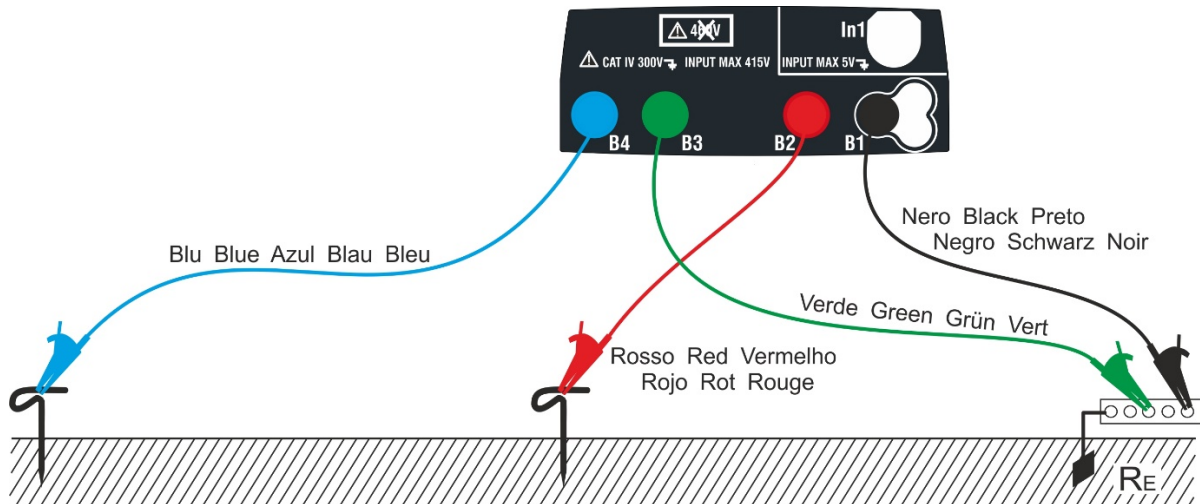
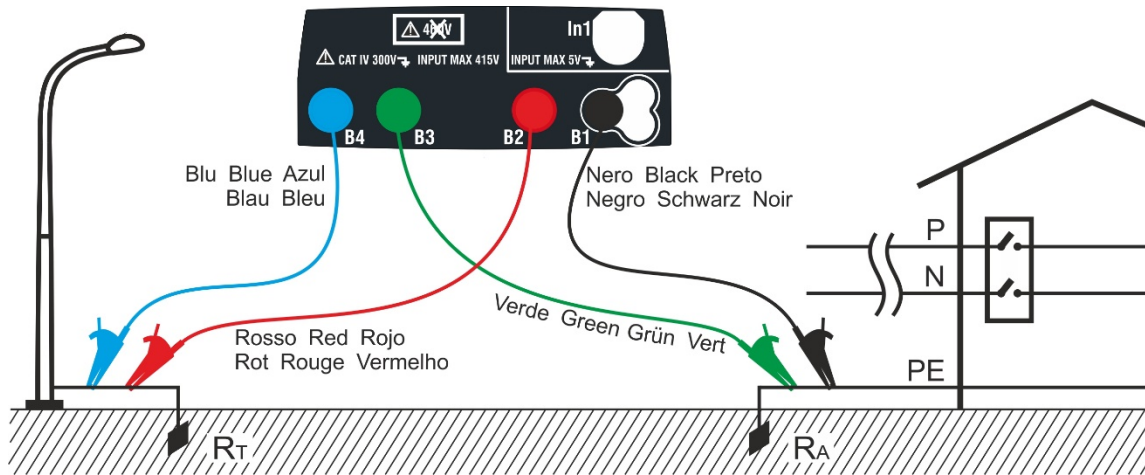
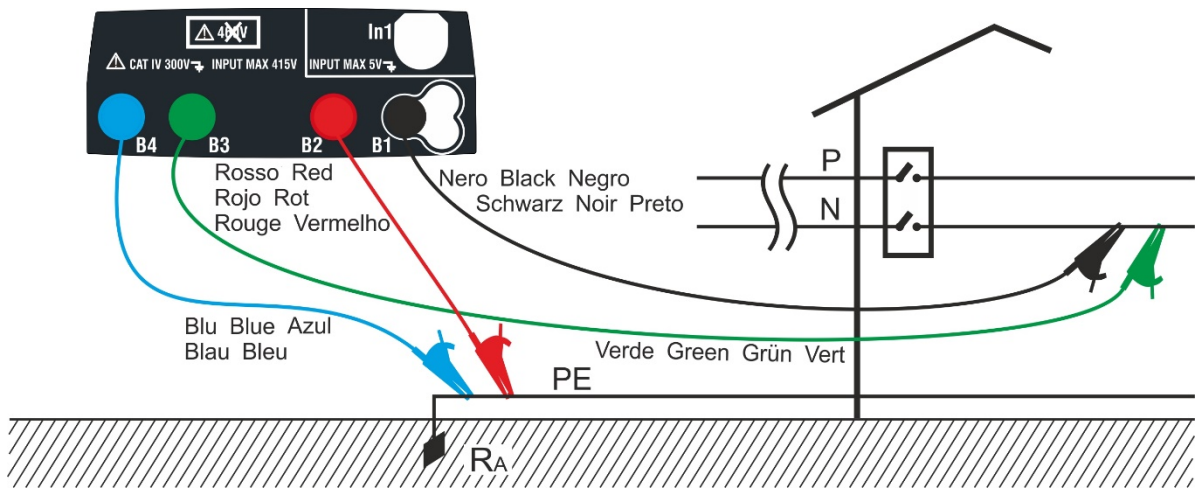

Abb. 28: 3-Punkt Erdungsmessung
Abb. 29: 2-Punkt-Erdungsmessung (mit Hilfsonde)
Abb. 30: 2-Punkt Erdungsmessung über N- Leiter an der Schalttafel
- 12 Schließen Sie die Krokodilklemmen an die Erdspeie und an das zu messende System entsprechend Abb. 28, Abb. 29, Abb. 30 oder Abb. 31 an.